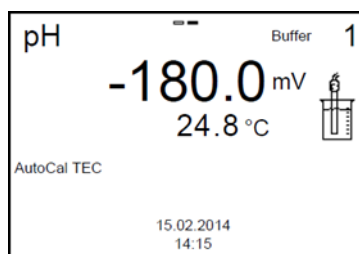

Figura 3: Display de sonda multiparamétrica WTW 3320 indicando calibración con buffer 1.
- Inicie la calibración presionando **<CAL>**; en pantalla aparecerá la indicación para el primer buffer en la sección superior derecha (Figura 3).